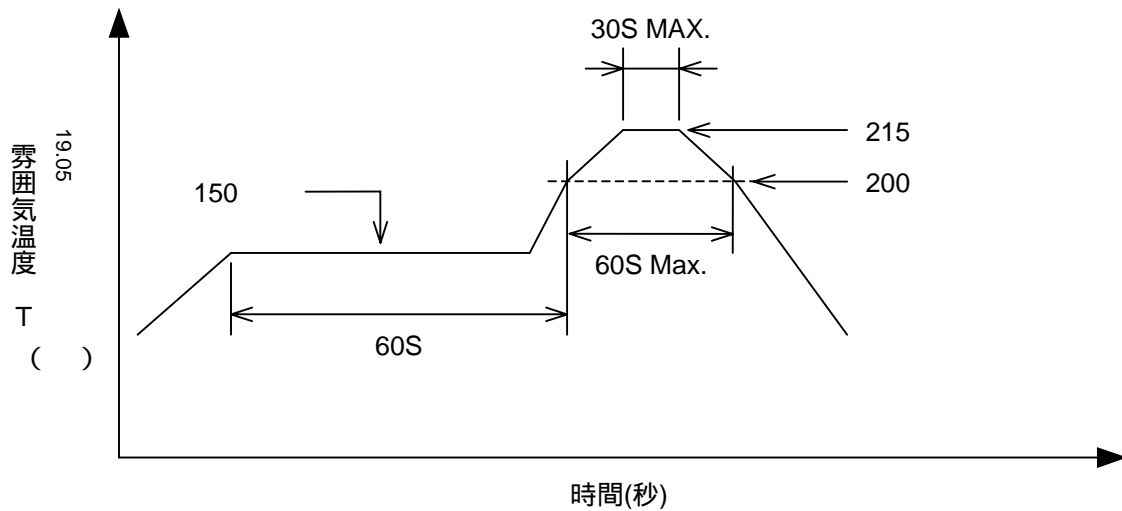

図 5-2 温度プロファイル
3. V.P.S での推奨温度プロファイルの例を図 5-2 に示します。